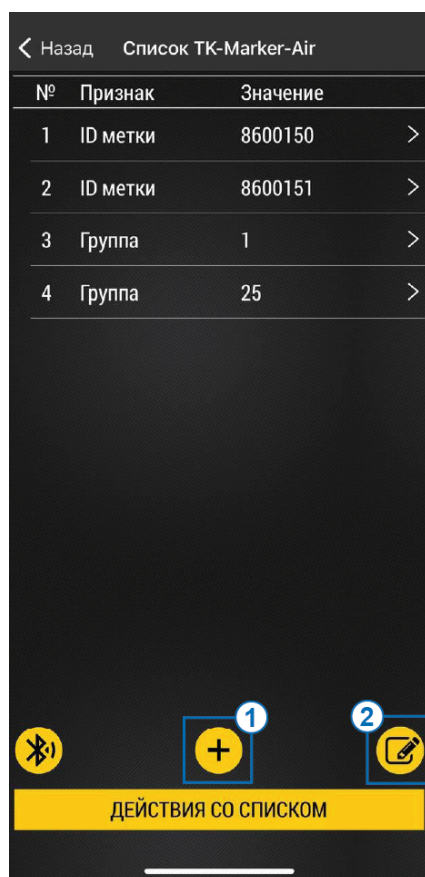

Рис.24. Список меток TK-Marker-Air
3. Если выбран вариант работы «**Из списка**», необходимо будет создать список меток, нажав на строку «**Список TK-Marker-Air**». Механизм добавления меток в список аналогичен добавлению TKLS-Air и TKAM-Air — это выбор из меток, обнаруженных в зоне видимости приемника или добавление вручную с указанием серийного номера метки. В список меток можно также вручную добавить группу меток, для этого нажмите на кнопку на Рис.24, п. 1. Во всплывающем окне введите номер группы, оставив пустым поле для ввода серийного номера метки. Допустимый диапазон групп меток от 1 до 25. Также можно загрузить список меток из файла *.csv*, нажав *Действие со списком | «Загрузить из внешнего файла»*, если список был получен извне и сохранен в памяти телефона. Или нажать *Действие со списком | Загрузить из памяти приложения*, если список создавался в приложении USP Tool на этом мобильном устройстве.
- Вы можете отредактировать список нажав на кнопку на **Рис.24, п. 2**. Кнопка редактирования списка предназначена для выбора меток или групп и последующей установки для них одинаковых настроек. Также можно удалить все выбранные метки и группы из списка (**Рис.26**).